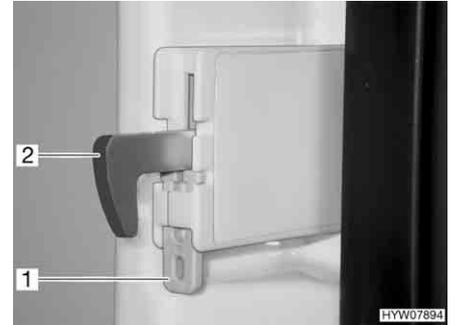

Bild 198 Fixierung Verriegelungshaken
- Die Fixierung (Bild 198,1) nach oben drücken. Der Verriegelungshaken (Bild 198,2) wird nach oben gedrückt und ist außer Funktion.
- Den Verriegelungshaken (Bild 198,2) nach unten drücken. Der Verriegelungshaken ist wieder in Funktion.